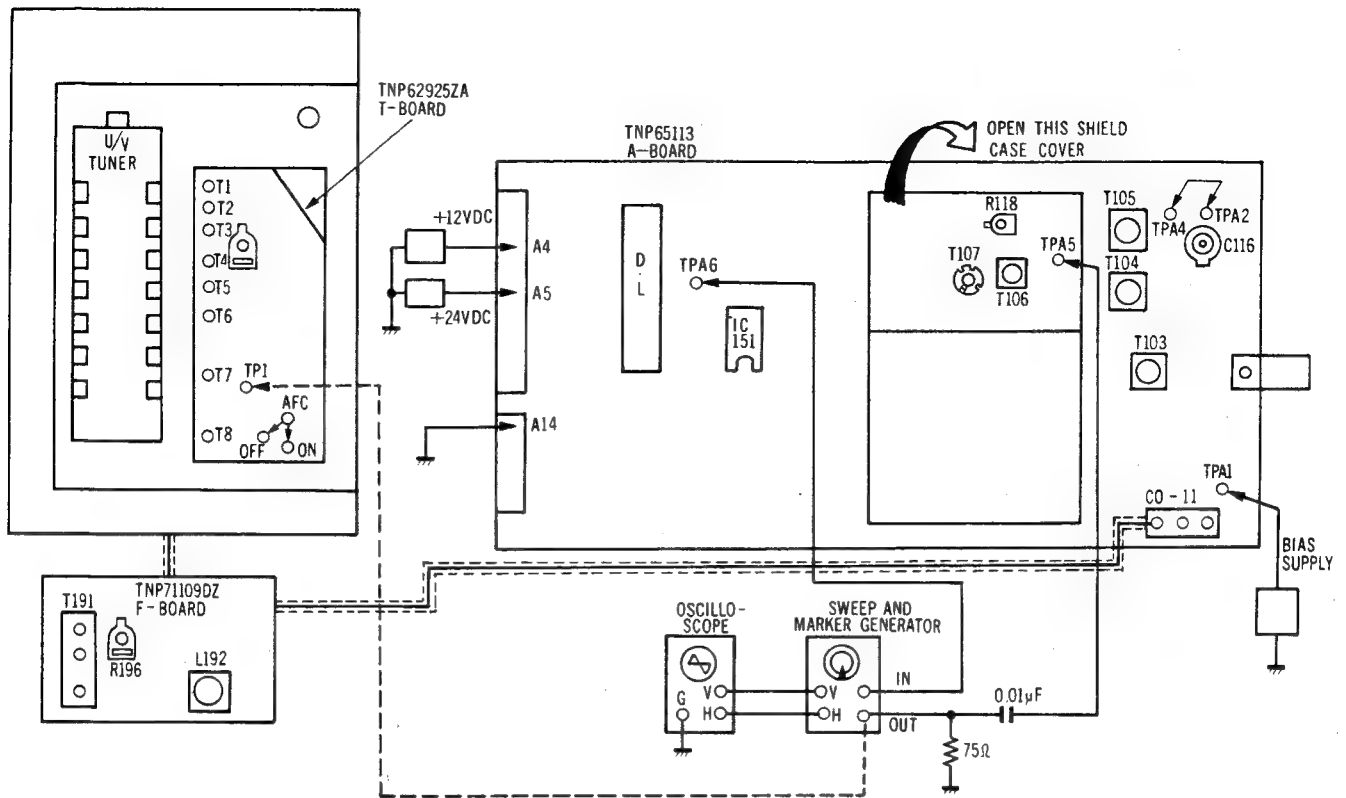

Figure 9 Abb. 9
### Preparation Step (See figure 9)
### Vorbereitung (Vgl. Abb. 9)
3. Set AFC ON-OFF selector (T-Board) (See figure 9) to OFF position.
3. Den AFC-Umschalter (auf der T-Plattine) in Stellung "OFF" drücken. (Vgl. Abb. 9)